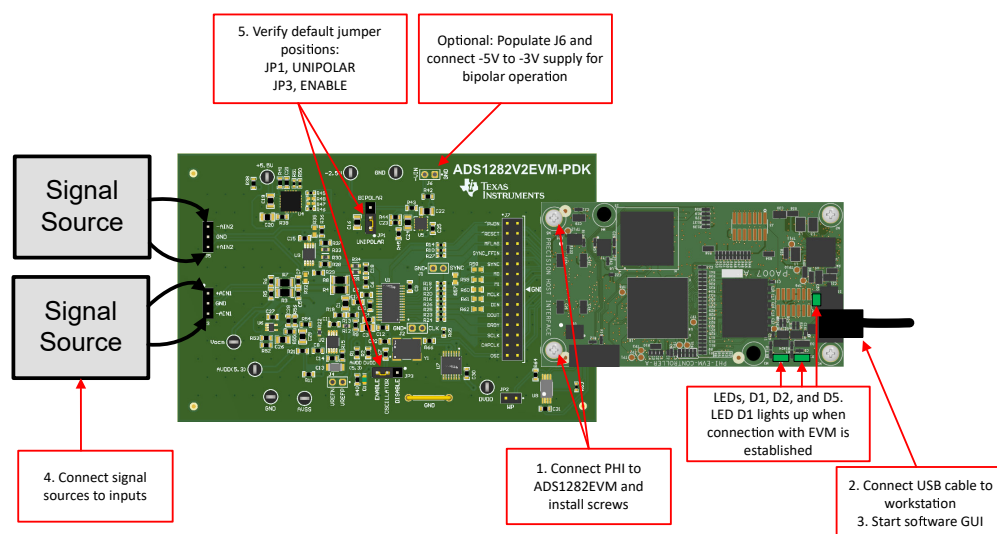

图 4-1. 将硬件连接到 ADS1282EVM
安装软件后，按图 4-1 所示连接 EVM：
- b. PHI 上的 LED D1 和 D2 开始闪烁，表示 PHI 已启动并与 PC 通信；图 4-1 展示了生成的 LED 指示灯。